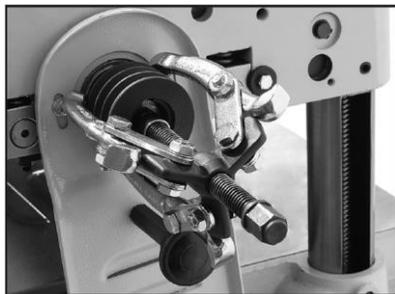

Рис. 20 Съемник шкива установлен
7. Снимите шкив и шпонку. Если шкив трудно снять, используйте съемник шкива, как показано на Рис. 20.